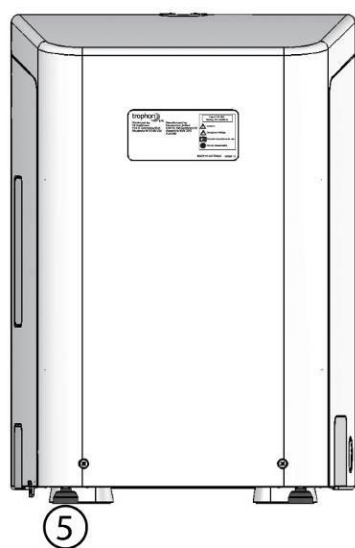

Figure 2
##### (Figure 2)
2. Mettez l'appareil à niveau en réglant les pieds arrière. Pour ce faire, faites pivoter les pieds dans le sens horaire ou antihoraire (voir Figure 2). Vérifiez que tous les pieds sont présents et qu'ils ne sont pas desserrés.